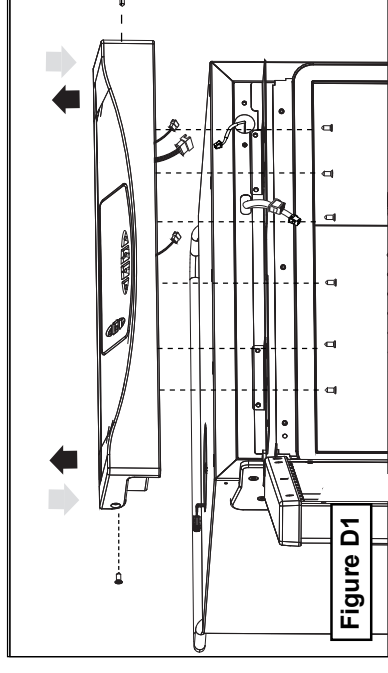

Figure D1
- Remove the two (2) screws on each side of the control panel and the six (6) screws on the bottom of the control panel. See Figure D1.
- Gently lift the control panel and unplug the three (3) control panel assembly connectors from the body. Remove the control panel from the appliance. See Figure D1.
- Plug the three (3) control panel assembly connectors into the appropriate plug of the appliance. See Figure D1.
- Reattach the control panel to the appliance. See Figure D1.
- Enlevez les deux (2) vis qui se trouvent de chaque côté du panneau de commande et les six (6) vis qui se trouvent sur le fond du panneau de commande. Voir la figure D1.
- Soulevez doucement le panneau de commande et débranchez les trois (3) connecteurs d'assemblage du bâti. Retirez le panneau de commande de l'appareil. Voir la figure D1.
- Branchez les trois (3) connecteurs d'assemblage du panneau de commande sur la prise appropriée de l'appareil. Voir la figure D1.
- Rattachez le panneau de commande sur l'appareil. Voir la figure D1.
- Retire los dos (2) tornillos a cada lado del panel de control y los seis (6) tornillos en la parte inferior del panel de control. Ver Figura D1.
- Suavemente levante el panel de control y desenchufe los tres (3) conectores de ensamble del panel de control del cuerpo. Retire el panel de control de la unidad. Ver Figura D1.
- Enchufe los tres (3) conectores de ensamble del panel de control en el enchufe apropiado de la unidad. Ver Figura D1.
- Vuelva a fijar el panel de control a la unidad. Ver Figura D1.